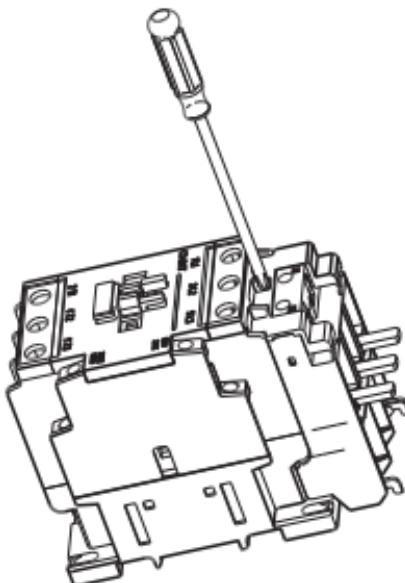

图7
3.2.3 接触器与连接器拼装后将产品放置在桌面上，如图7所示，使用Φ5X100十字螺丝刀旋紧接触器线圈接线螺钉，拧紧扭矩为1.2N·m。使用一字或十字螺丝刀旋紧接触器1/L1、3/L2、5/L3接线螺钉，拧紧扭矩分别为2N·m(CC-2(NS2))、6N·m(CC-3(NS2))。